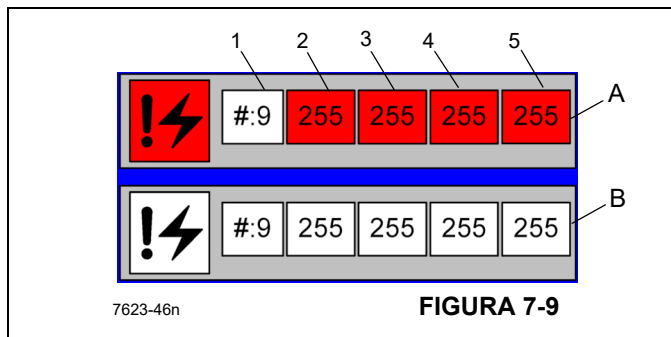

FIGURA 7-9
A Figura 7-9 mostra falhas ativas e registradas. O sistema de controle do guindaste exibe até as 20 falhas ou erros mais recentes registrados do(s) sistema(s) de controle do guindaste e do RCL. As setas circulares podem ser usadas para rolar pelas falhas ativas. Esta série de números corresponde a uma falha específica para um módulo, conector e pino específicos. Para apagar os códigos de falha registrados, podem ser pressionados o botão do ícone do código de falha e o "X" em vermelho.
O seguinte descreve a tela do código de falha (Figura 7-9):
- Caixa de falha ativa (vermelho, A, Figura 7-9) — O sistema de controle do guindaste exibe até 20 falhas ou erros ativos no(s) sistema(s) de controle do guindaste e do RCL. Os números das falhas somente são exibidos quando a falha ocorre e são apagados quando a falha é corrigida. Os números de três dígitos correspondem a uma falha específica de um módulo, conector e pino específicos. Os seguintes dados constituem o código de falha:
- Caixa de falhas registadas (B, Figura 7-9) — As falhas registadas não estão atualmente ativas. Use as setas para cima/para baixo para rolar pelos códigos.